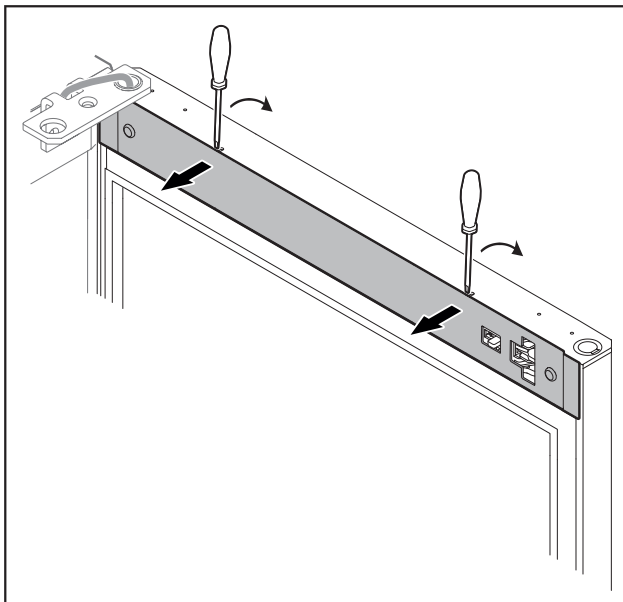

Fig. 7
- Stecker Fig. 7 (1) auf Platine umstecken.